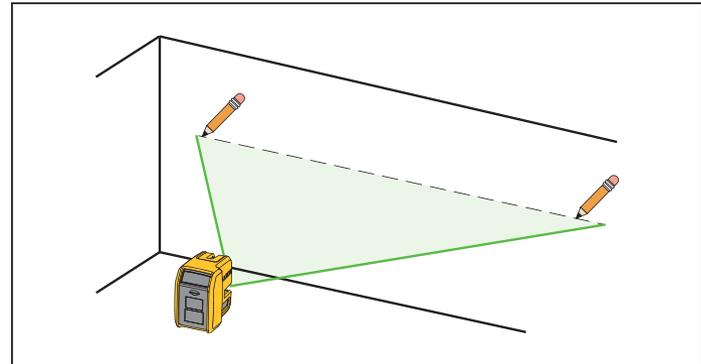

Figura 2. Nueva marca horizontal o diagonal
2. Gire el Producto en su centro hasta que el láser horizontal apunte a la zona objetivo. Consulte la figura 2.